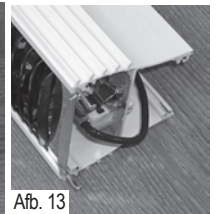

Afb. 11
11. Neem uw nieuwe lamp en monteer hem en zorg dat de snoeren naar boven wijzen en niet naar de lamphouders toe. De lamp kan vast geclipt worden door het treklijgje naar achteren te trekken (Afb. 11). Lees nu eerst de opmerking over het hanteren van de lamp op pag. 7.